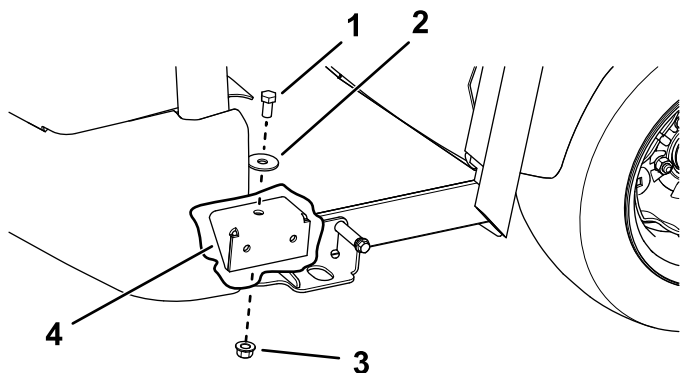

Figura 27
5. Instale los soportes de montaje delanteros de la cabina con un perno de cabeza hexagonal ($\frac{7}{16}$ "), una arandela de empuje y una contratuerca ($\frac{1}{2}$ ") a cada lado (Figura 27).